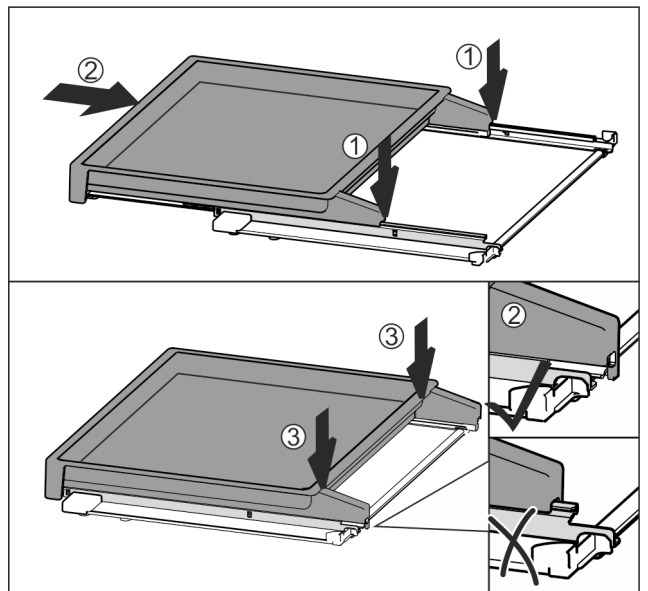

Fig. 113
- Appoggiare centralmente sulle guide *Fig. 113 (1)*.
- Spingere completamente il ripiano estraibile *Fig. 113 (2)*.
- Premere sul lato posteriore fino ad avvertire l'innesto *Fig. 113 (3)*.